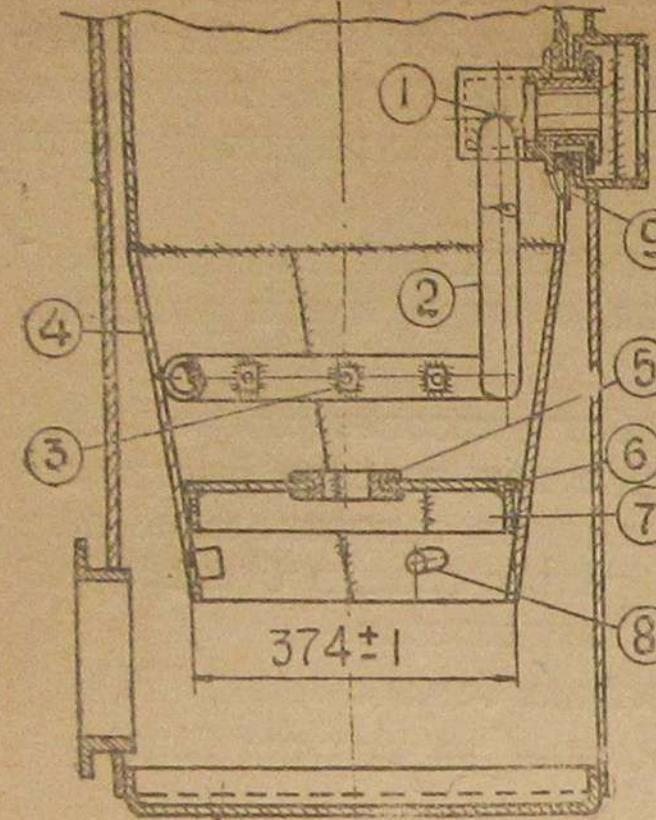

Рис. 12.
Единственными деталями, подверженными термическим напряжениям и выгоранию, у этого топливника являются горловина (5) (рис. 12) и диск топливника (6), которые могут быть легко заменены без разборки всего газогенератора.